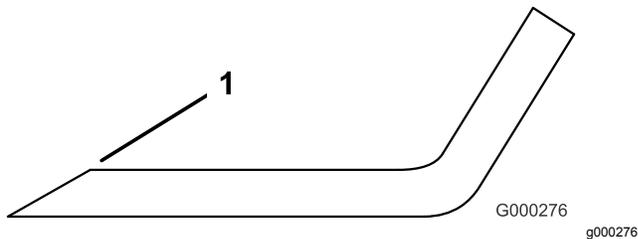

Figura 111
1. Affilate i taglienti da entrambe le estremità della lama con una lima (Figura 111).
Nota: Se la lama non è bilanciata, limate del metallo soltanto dalla costa (Figura 111).